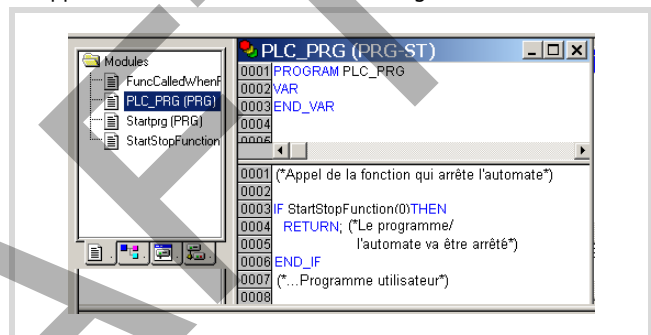

Figure 130 : Scrutation START/STOP
- ▶ Saisissez le programme pour PLC_PRG conformément à la figure 130. Il est important que le programme utilisateur ou les appels d'UOP soient insérés selon la figure 130.